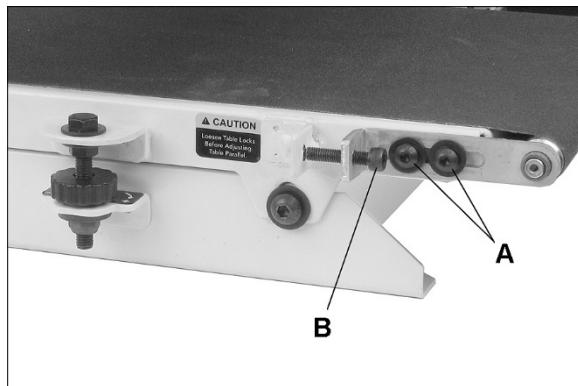

Figure 8-2: réglage tension de la courroie
1. Desserrez légèrement les quatre vis (A, Figure 8-2) du côté d'entrée du convoyeur, avec une clé hexagonale de 4 mm (deux vis de chaque côté).
2. Ajustez les vis de tension (Figure 8-2) avec une clé hexagonale de 5 mm. Faites-les des deux côtés du convoyeur pour obtenir une tension approximative égale des deux côtés de la courroie abrasive lorsqu'elle est tendue.
3. Serrez les quatre vis (A, figure 8-2).
4. Si la courroie «se déplace» d'un côté, desserrez légèrement les deux vis (A, figure 8-2) et serrez la vis de tension (B, figure 8-2) de ce côté.
5. Lorsque le réglage est satisfaisant, serrez deux vis (A, figure 8-2).